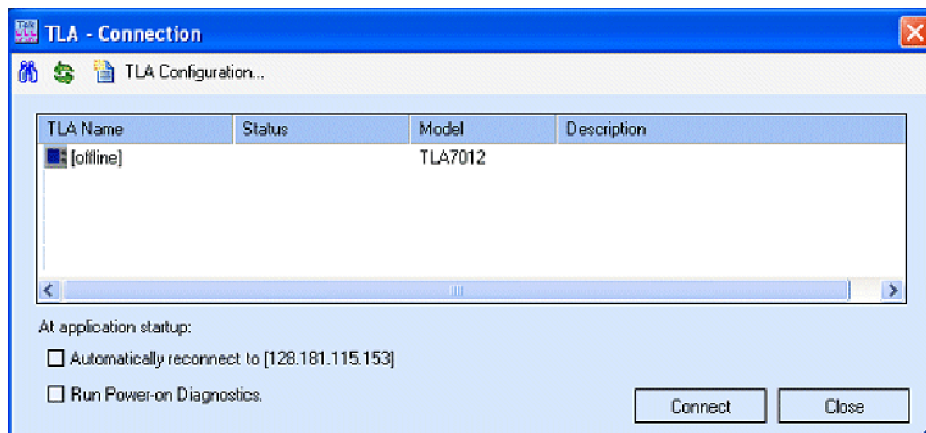

図 20: TLA Connection ダイアログ・ボックス
8. コントローラの TLA アプリケーション・アイコンをダブルクリックして、TLA アプリケーションを起動します。TLA Connection ダイアログ・ボックスが表示されます。(図 20 参照)。